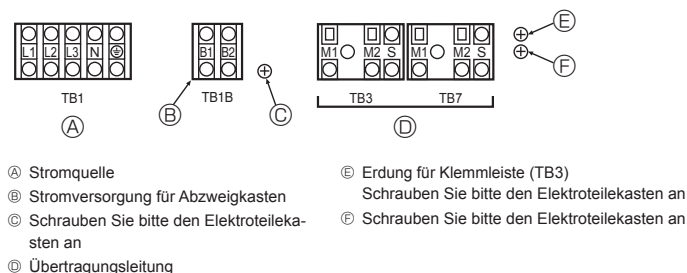

Fig. 6-1
6.2. Reglerkasten und Kabelanschlusspunkte (Fig. 6-1)
- Die Übertragungsleitung der Innenanlage an die Klemmleiste für die Übertragungsleitung (TB3) anschließen oder die Leitungen zwischen den Außenanlagen oder die Leitungen zur Zentralsteuerung an die Klemmleiste der Zentralsteuerung (TB7) anschließen. Bei Verwendung abgeschirmter Elektroleitungen schließen Sie bitte die abgeschirmte Erdung der Übertragungsleitung des Innengerätes an die Schraube (E) oder (F) an und verbinden Sie die abgeschirmte Erdung der Elektroleitung zwischen den Außengeräten und der Zentralsteuerung der Übertragungsleitung mit der abgeschirmten Klemme (S) der Klemmleiste (TB7) der Zentralsteuerung. Außerdem muss bei Außengeräten, deren Netzanschlusstecker CN41 durch CN40 ersetzt wurde, die abgeschirmte Klemme (S) der Klemmleiste (TB7) des Zentralsteuerungssystems auch an die Schraube (E) oder (F) mittels beigefügter Zuführleitung angeschlossen werden.